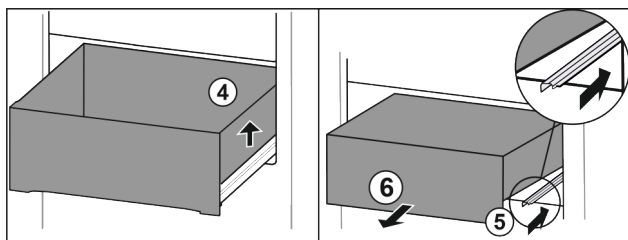

Fig. 107
- Nadzvedněte zásuvku vpravo. Fig. 107 (4)
- Zasuňte pravou kolejničku. Fig. 107 (5)
- Vyjměte zásuvku dopředu. Fig. 107 (6)